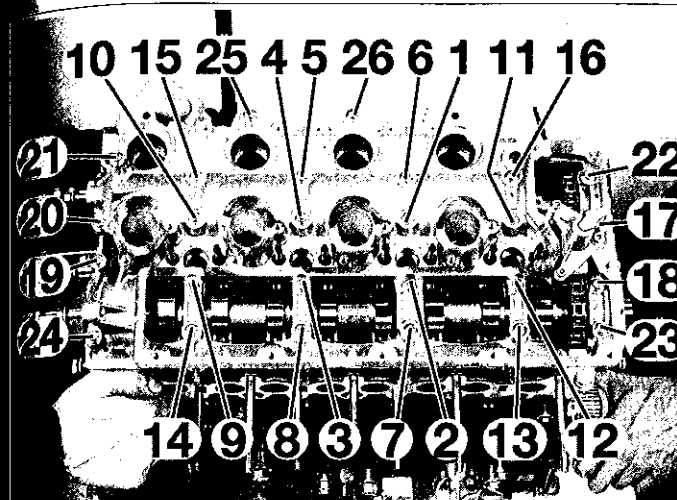

FIG.45
- Serrer le carter d'arbres à cames dans l'ordre et au couple de serrage prescrits (Fig.45).